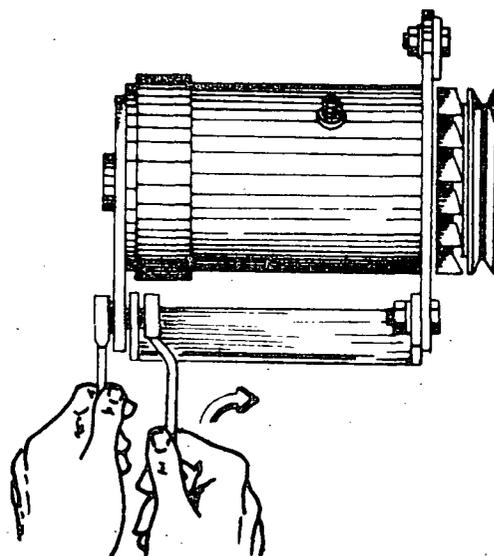

Fig. 6
- c Solte os parafusos de fixação do dínamo e afrouxe a correia (fig.6).